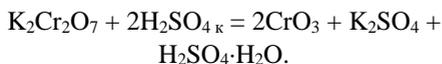

Рис. 10.43. CrO_3
Оксид хрома (VI) CrO_3 – вещество красного цвета (рис. 10.43), сильный окислитель, кислотный оксид, реагирующий с водой с образованием хромовой и дихромовой кислот. Получить CrO_3 можно так же, как Mn_2O_7 :